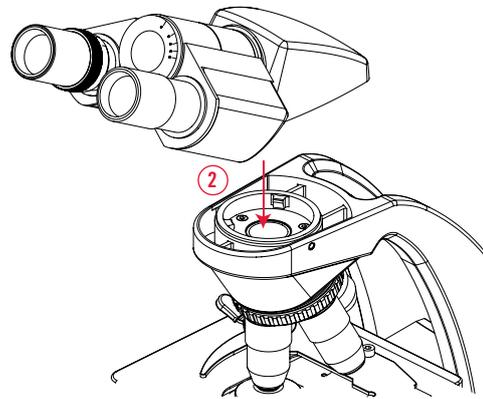

Abb. 10b
- Positionieren Sie den Tubus in die Orientierung des Mikroskopkörpers und ziehen die Feststell-Schraube wieder an. (Abb. 10b)